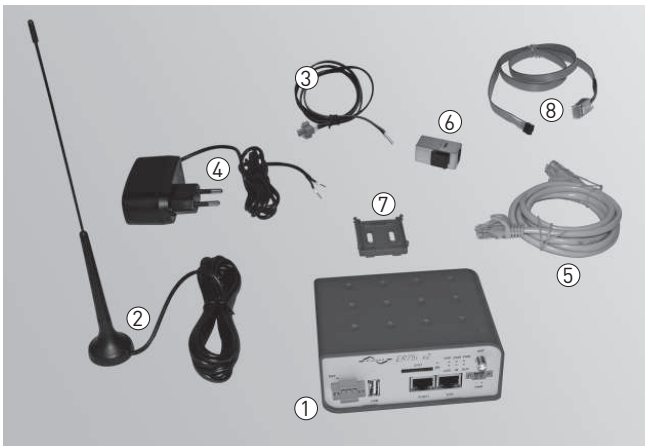

Fig. 2 Modem GSM (router) con accessori
- un modem GSM (router) con accessori, fig. 2